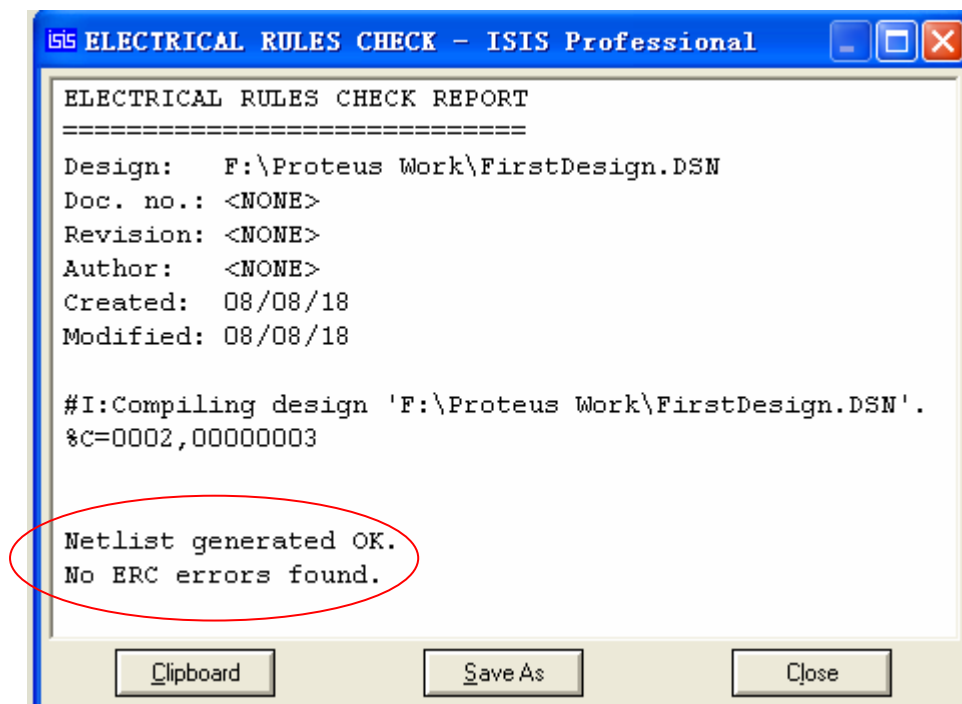

图 2-15
7) 电气检查。最后一步，设计电路完成后，单击电气检查按钮  即 (View Electrical report)，会出现检查结果窗口，如图 2-15 所示。窗口前面是一些文本信息，接着是电气检查结果列表，若有错，会有详细的说明。也可通过菜单操作“Tools->Electrical Rule Check...”，完成电气检测。